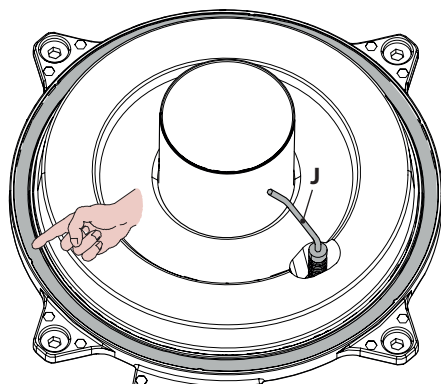

Figura 9.11
- La guarnizione in silicone della parete frontale della camera di combustione Figura 9.11 deve essere cambiata se deteriorata.
- L'elettrodo di accensione/rilevazione **J** in Figura 9.11 funge anche da sensore per il corretto scarico della condensa. Se tale elettrodo viene a contatto con acqua di condensa presente all'interno della camera di combustione manda in blocco di sicurezza la caldaia. Pertanto se si trova la coibentazione bagnata o deteriorata provvedere alla sostituzione.